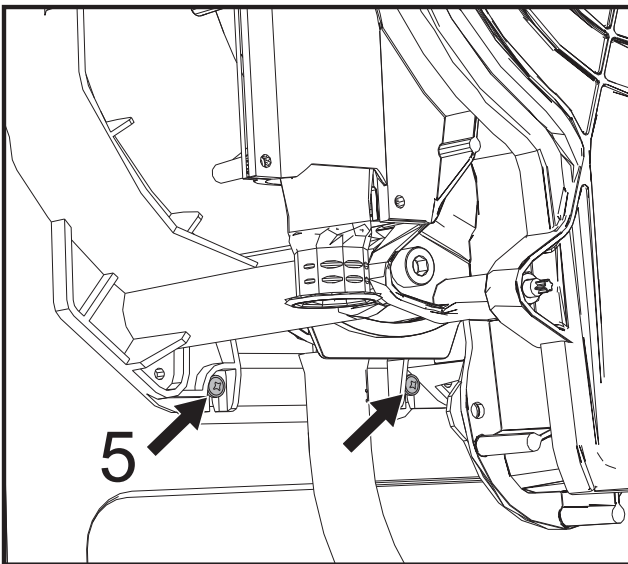

рис. 50
- Ослабьте 2 **нижних винта "5"**, служащих для крепления теплообменника к раме (рис. 50)